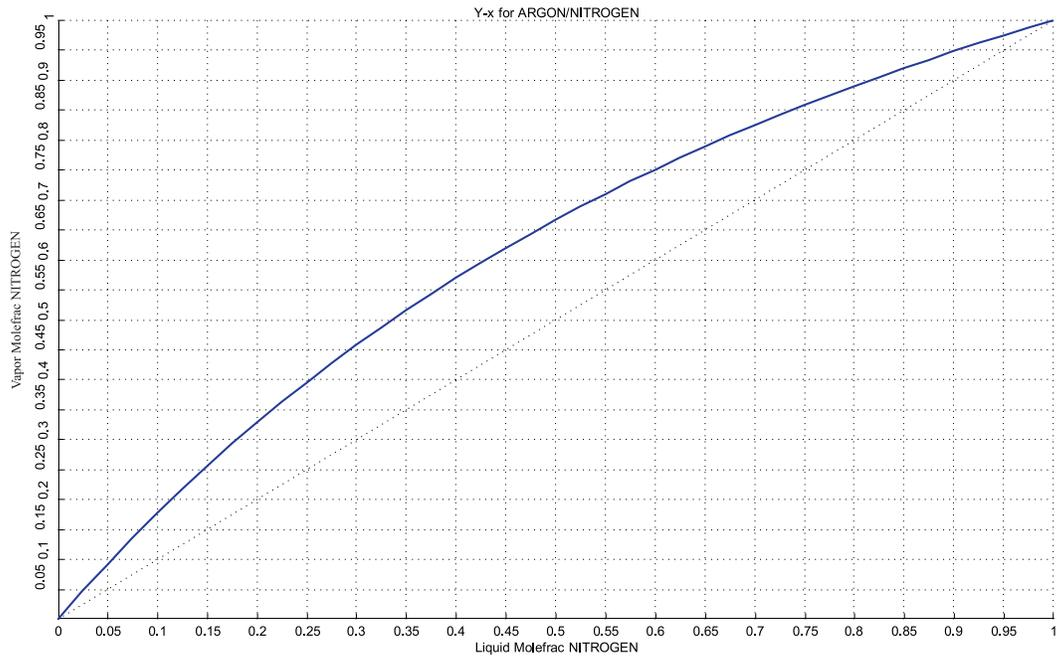

Figura 1:
- Caudal de las corrientes de destilado (D) y fondos (B) de la columna. (1 pto.)
- Número de platos teóricos y reales sabiendo que la eficiencia es de un 80%. Usar Figura 1.(4ptos)